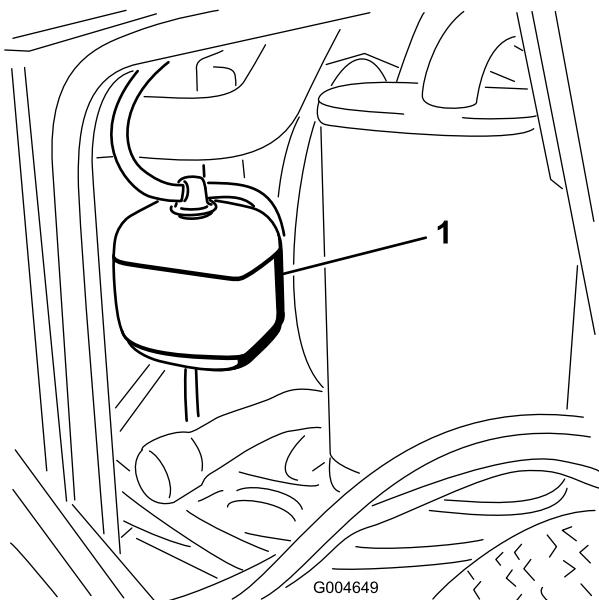

Figura 55
- Verifique o nível de líquido de arrefecimento do depósito secundário (Figura 55). Este deve situar-se entre as marcas existentes no exterior do depósito.